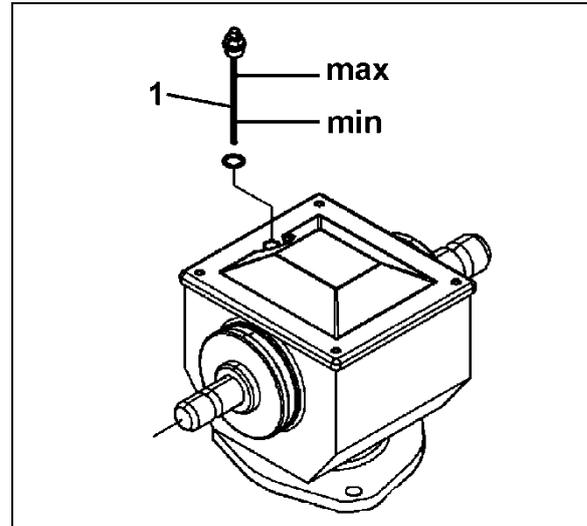

Fig. 54
Der Ölfilm am Ölpeilstab (Fig. 54/1) muss unterhalb der „max.“ - Markierung sichtbar sein.
**Das Getriebe hat einen Ölpeilstab (Fig. 54/1) mit Entlüftung. Die Entlüftung muss stets gewährleistet sein, da das Getriebe sonst undicht werden kann!**